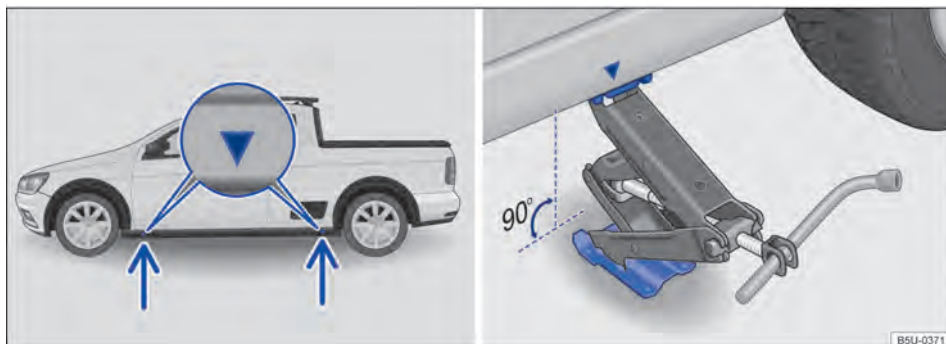

Fig. 219 Pontos de apoio do macaco e macaco posicionado no lado esquerdo traseiro do veículo.
O macaco somente pode ser posicionado nos pontos de apoio indicados (marcação na carroceria) → Fig. 219. É válido o ponto de apoio localizado próximo à roda correspondente → ⚠️.
7. Procurar sob o veículo o ponto de apoio do macaco → Fig. 219, mais próximo da roda a ser trocada.
9. Garantir que a base do macaco, com toda sua superfície, esteja sobre o chão e que a base se encontre perpendicularmente abaixo do ponto de colocação → Fig. 219.
10. Alinhar o macaco e, simultaneamente, levantar a garra do macaco até ela se encaixar na travessa debaixo do veículo → Fig. 219.
- Posicionar o macaco somente nos pontos indicados. A garra do macaco deve se encaixar no perfil da longarina de forma segura → Fig. 219.